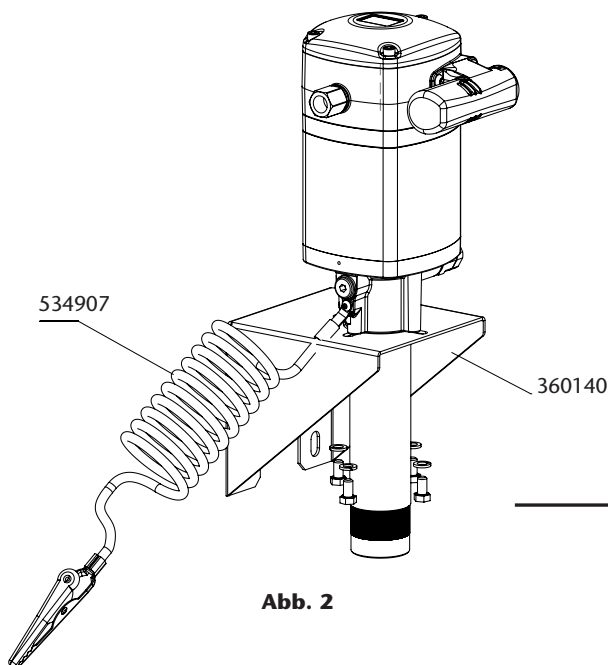

Abb. 2
- Wandmontage mit Schrauben. Führen Sie die Pumpe durch die Halterung 360140 und befestigen Sie sie mit 4 Schrauben M8 (Abb. 2).